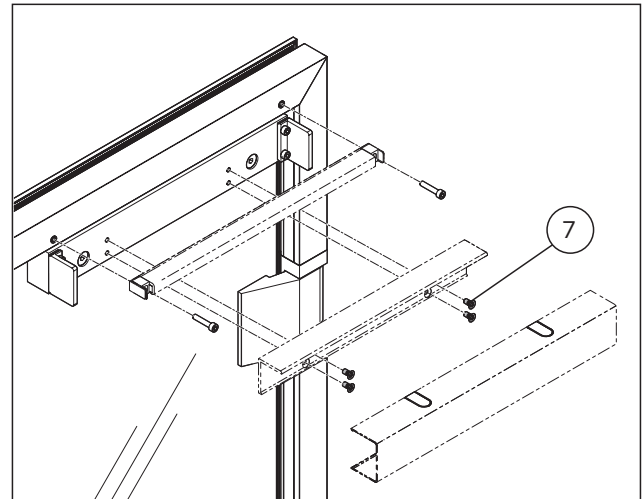

Abb. 14 Den Türschließer an der Anschraubplatte montieren
1. Den Türschließer gemäß der beiliegenden Montageanleitung des TS 97 mit der Anschraubplatte und der Zarge verbinden (Abb. 14).